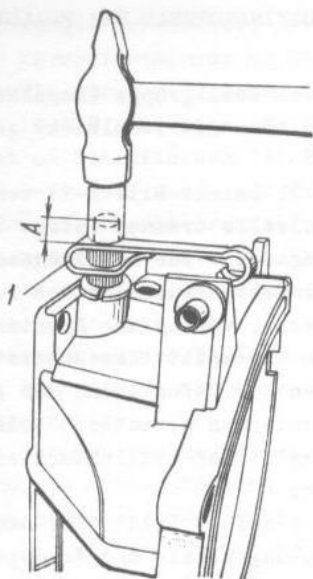

Bild 3-23. Auftreiben des Außenhebels auf Kupplungsausrückwelle:
- Hebel 1 (Bild 3-23) mit einem Hammer auf das Keilnutenende der Welle treiben, dabei das Maß A gleich 11,5-12,0 mm zwischen Stirnfläche der Welle und Hebel einhalten. Beim Auftreiben des Hebels ist die Welle in Achsrichtung mit Hilfe eines die Preßkraft aufnehmenden Dorns zu arretieren;
- beim Einbringen des Hebels 25 an Pedalwelle das Markierzeichen an Stirnfläche der Welle in Übereinstimmung mit der Mitte des Schlitzes am Hebel bringen, Hebel auf Keilnutenende der Welle treiben und dabei das Maß A (siehe Bild 3-23) gleich 11,5-12,0 mm zwischen Stirnfläche der Welle und Hebel einhalten;